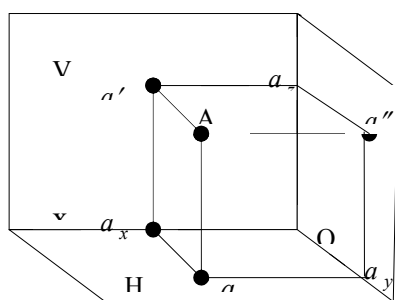

Рис. 3
- В случаях, когда необходимо по двум проекциям точки построить третью, вводится профильная плоскость W , перпендикулярная плоскостям V и H . *Наглядное изображение координатного угла*, образованного плоскостями проекций и построение проекций точки A показано на рис.3
- Прямая перпендикулярная горизонтальной плоскости проекций и параллельная двум другим называется *горизонтально-проецирующей* прямой (рис.3), перпендикулярная фронтальной – *фронтально-проецирующая*, перпендикулярная профильной – *профильно-проецирующая*.